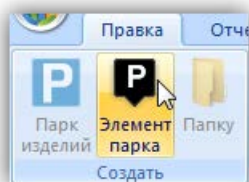

Рис. 10-401 – Панель «Создать»
- 4) Выбранная папка раскроется и в ней появится новый парк изделий (рис. 10-401). Для создания парка изделий ввести его «Наименование».